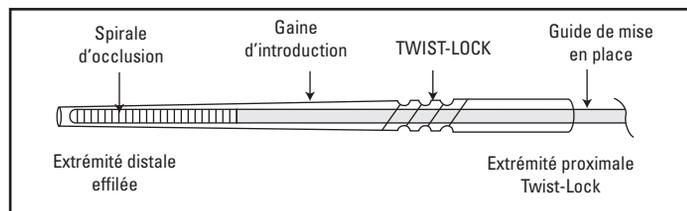

Figure 3. Gaine d'introduction avec mécanisme de verrouillage Twist-Lock
- Déverrouiller le système d'occlusion IDC en fibre Interlock à l'intérieur de sa gaine d'introduction en pinçant légèrement cette dernière de chaque côté du mécanisme de verrouillage Twist-Lock et en faisant tourner la partie proximale de 2 ou 3 tours dans le sens anti-horaire (Figures 3 et 4).